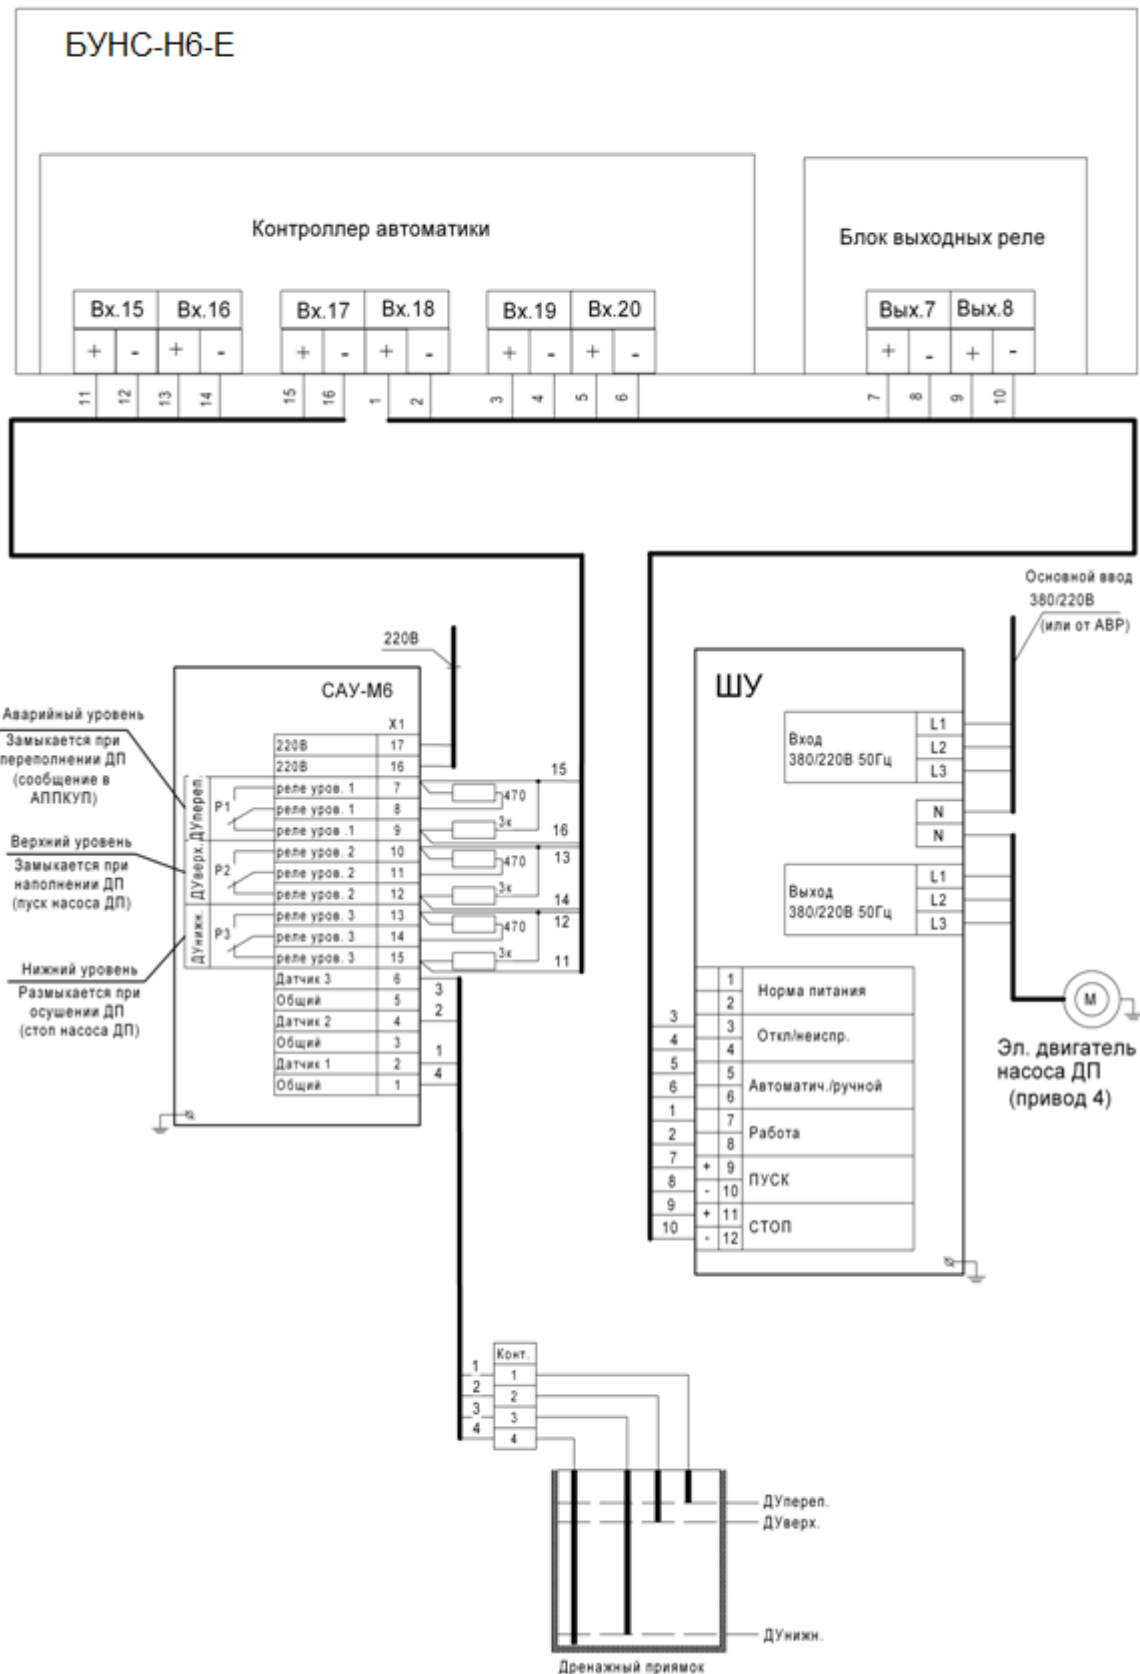

Рисунок 5.8
- рисунок 5.8 – насоса дренажного приемка – привод 4.